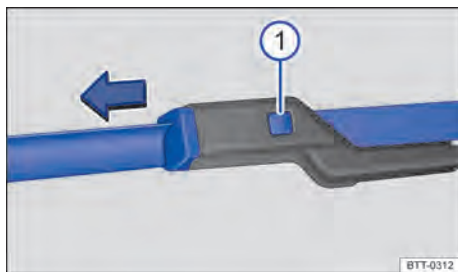

Fig. 149 Substituir as palhetas dos limpadores do para-brisas.
- Manter o botão de destravamento → Fig. 149 ⓘ pressionado e, ao mesmo tempo, retirar a palheta do limpador do para-brisa no sentido da seta.